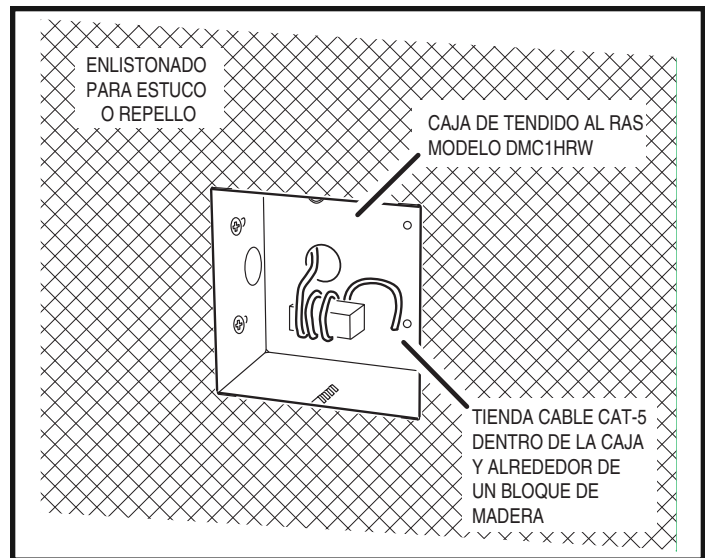

Figura 7. Tendido de estación de patio
3. Dependiendo del tipo de construcción, la caja se puede clavar o atornillar a un montante, o en casos de albañilería, deje que la caja cuelgue del cable para que el albañil la coloque al ras y la nivele (ver la Figura 7).